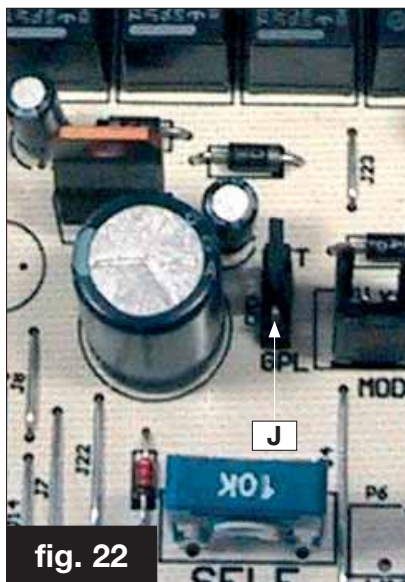

fig. 22
- sulla scheda elettronica spostare il jumper J MET-GPL in posizione GPL (vedi fig. 22);
- sulla scheda elettronica spostare il jumper J MET-GPL in posizione MET (vedi fig. 22);